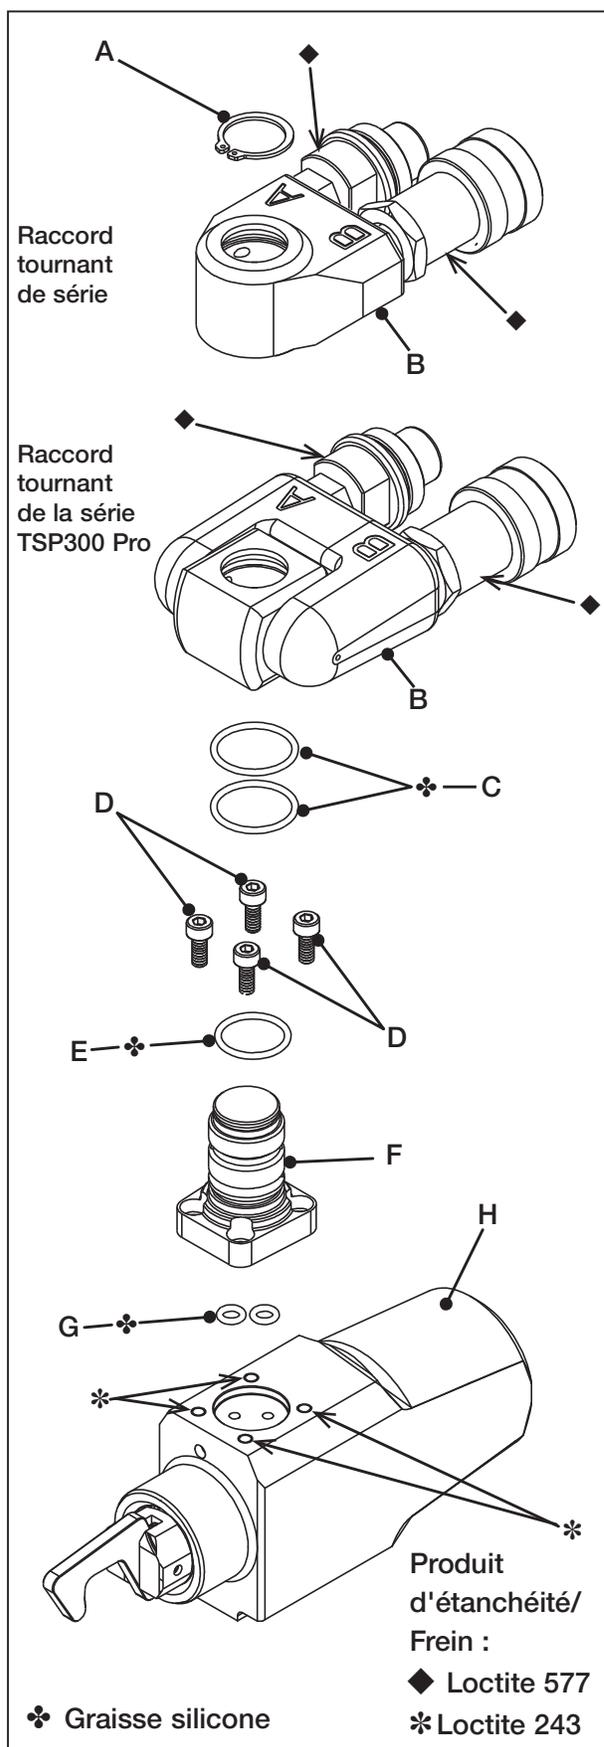

Fig. 16
### 5.3 Entretien complet du raccord tournant hydraulique et de l'unité de commande (fig. 16, 17 et 19)
- Appliquer une petite quantité de frein à filet Loctite 243 sur les alésages taraudés de l'unité de commande. Voir leur emplacement (\*) sur la figure 16.
- Installer deux joints toriques (G) dans les orifices situés à la base du potelet (F).
- Poser le potelet (F) sur l'unité de commande (H) en s'assurant que les orifices hydrauliques sont bien alignés. Veiller à ce que les joints toriques (G) ne tombent pas et ne soient ni coincés ni coupés.
- Installer les vis creuses dégraissées (D) et les serrer comme suit :